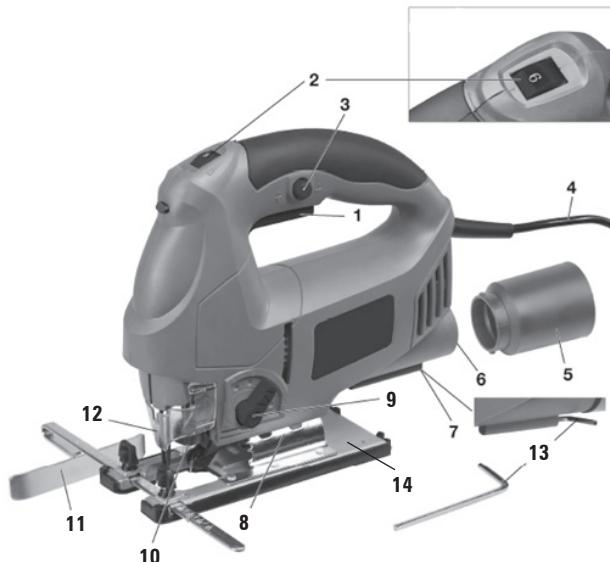
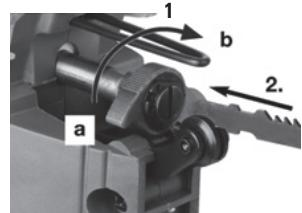

FIGURA 1
FIGURA 2
2. Para encender la herramienta utilice el botón enciende/apaga (ítem 1 - figura 1). Para trabajos más demorados usted puede utilizar la traba gatillo (ítem 3 - figura 1) para mantener la herramienta en funcionamiento. Para soltar la traba basta presionar el botón enciende/apaga;
Colocando la lámina de la sierra (ver figura 2): Levante la protección de corte (ítem 12 - figura 1), gire la palanca (a) en sentido de la flecha y mantenga oprimido. Introduzca la lámina de la sierra en la entrada (b) y empuje hasta el calce. Durante esta operación la parte trasera de la lámina debe estar bien afirmada en la ranura del rodamiento de soporte de la lámina de la sierra. Suelte la palanca que debe asumir su posición de origen, para poder tratar la lámina de la sierra. Baje la protección de corte.
Oscilación pendular: El movimiento de oscilación pendular regulable (ítem 9 - figura 1) de la lámina de la sierra, que puede variar de la posición "1" para materiales duros, hasta "3" para materiales blandos, combinado con una velocidad de corte adecuada (figura 6), beneficia y mejora el rendimiento de la herramienta eléctrica, propiciando un mejor trabajo y una mayor vida útil.
Extracción de partículas: Si es necesario encender el tubo flexible de polvo doméstico a la abertura de aspiración de la sierra vaivén, utilice el adaptador suministrado (ítem 5 - figura 1). Presione el adaptador en la guía del encastre para el adaptador de aspiración (ítem 6 - figura 1) y fije con una ligera rotación hacia la izquierda conforme la figura al lado.
Sierra por incidencia: Cuando sea necesario cerrar en el medio de la pieza y no sea posible efectuar un orificio con una broca, coloque el botón de ajuste de oscilación (ítem 9 - figura 1) en la posición "0", Suelte la base de la sierra, empuje completamente hacia atrás y fíjela, incline la herramienta conforme la figura al lado, y con la misma en funcionamiento déjela deslizar con cuidado por el material. Cuando haya efectuado un corte en la pieza, continúe el trabajo con la herramienta en la posición normal.